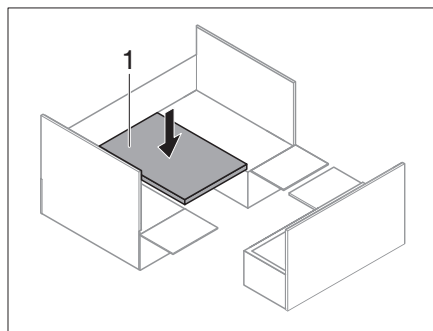

Fig. 214 Tavolo agganciabile verso il basso
- Portare il tavolo agganciabile (Fig. 214,1) dalla sbarra di aggancio superiore alla sbarra di aggancio inferiore.